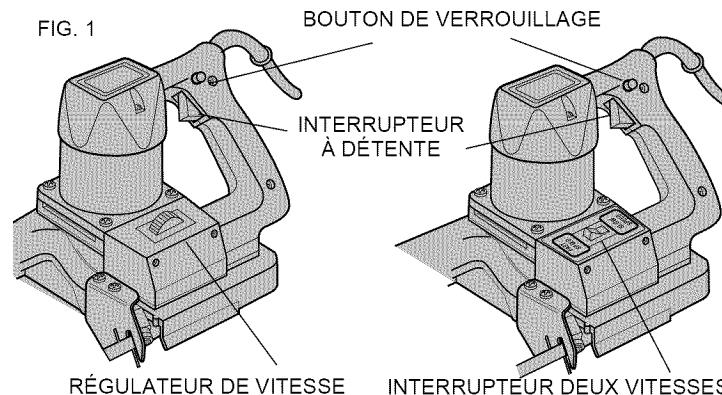

FIG. 2
2. Faire tourner le levier de réglage de la tension de la lame dans le sens horaire jusqu'à ce qu'il s'arrête (fig. 2) afin de relâcher la tension exercée sur la lame.